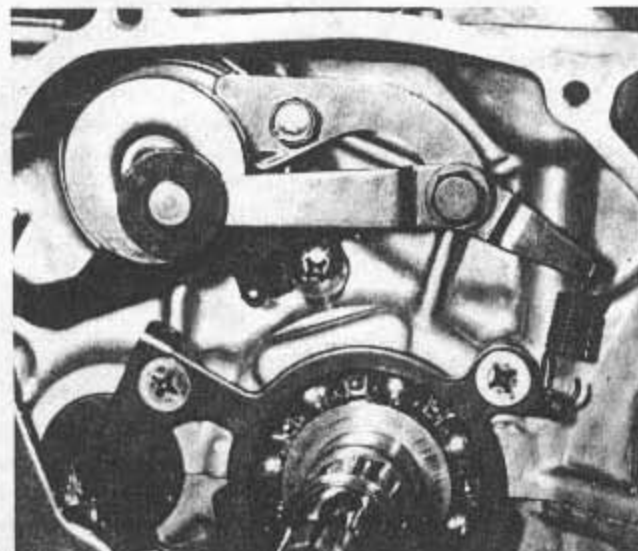

Bild 44
- Die Schraube, welche durch den Schaltwalzenanschlaghebel läuft, wird soweit gelockert, dass sich der Hebel von der Schaltwalze abheben lässt und die Rolle vom Ende der Schaltwalze freikommt (Bild 44). Der Lagerbolzen lässt sich nun vollständig herausdrehen; es besteht keine Gefahr mehr, dass die Rückholfeder die Schraube aus den letzten paar Gewindengängen der Gehäusebohrung herauszieht. Die Rückholfeder wird aus ihrer Verankerung im Gehäuse gelöst, damit der Hebel vollständig befreit ist.